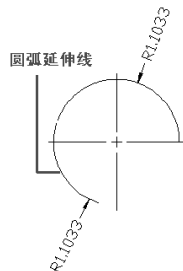

图 4-58 含圆弧延伸线的半径标注
(1) “指定尺寸线位置”选项主要用于确定尺寸线的角度和标注文字的位置, 如果由于用户未将标注放置在圆弧上而导致标注指向圆弧外, 则 AutoCAD 会自动绘制圆弧延伸线, 如图 4-58 所示。